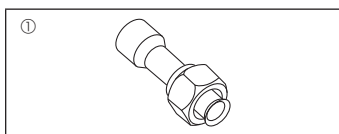

Fig. 1-1
1.6. Tillbehör till utomhusenheten (Fig. 1-1) (SHW230)